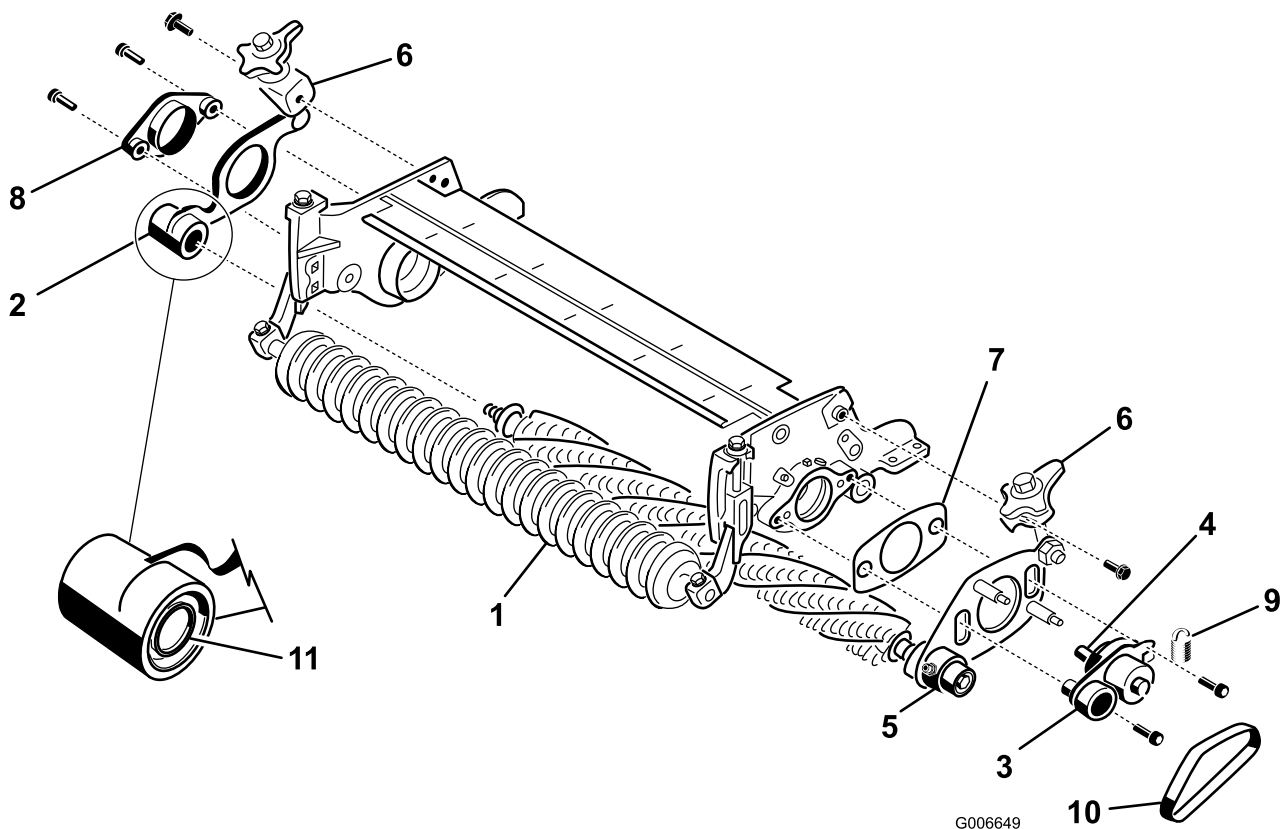

Figura 9
14. No lado **sem transmissão** do conjunto de rastelo, deslize a placa do rastelo, levantando, por meio de alavanca de liberação rápida, o conjunto dos eixos do rastelo (Figura 9).
16. No lado de transmissão da unidade de corte, monte o encaixe de eixo e a placa do rastelo do lado da transmissão, por meio de alavanca de liberação rápida e calço, na placa lateral da unidade de corte, com parafusos de cabeça flangeada, de (2) 3/8 x 1 polegadas (Figura 9). Antes da instalação, aplique Loctite azul nas roscas dos parafusos.
17. Instale a placa sem transmissão do rastelo no eixo do mesmo (Figura 9). Seja cuidadoso para não retirar a mola do vedante.
18. Fixe o encaixe do eixo sem transmissão à placa lateral da unidade de corte, com (2) parafusos de 3/8 x 1 pol. (Figura 9). Antes da instalação, aplique Loctite azul nas roscas dos parafusos.
20. Monte os conjuntos das alavancas de libertação rápida nas placas laterais, com porcas de cabeça flangeada de 3/8 x 3/4 pol. (Figura 9).
21. Instale a correia do rastelo nas polias (Figura 9). Certifique-se de que as saliências da correia assentam devidamente nas ranhuras de cada polia.